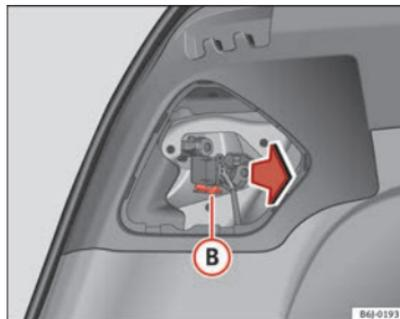

Fig. 180 Desmontaje del portalámparas
- Desmonte el portalámparas presionando el clip de sujeción (B) ⇒ fig. 180 y extráigalo hacia fuera.